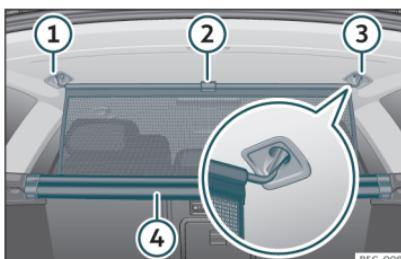

Fig. 131 En el maletero: enganchar la red de separación.
- Tire hacia arriba de la lengüeta » fig. 131 ② para sacar la red de la carcasa ④.
- Enganche la red de separación en el lado derecho o izquierdo ③ (imagen ampliada).
- Enganche la red de separación en el alojamiento del otro lado ① estirando la barra.